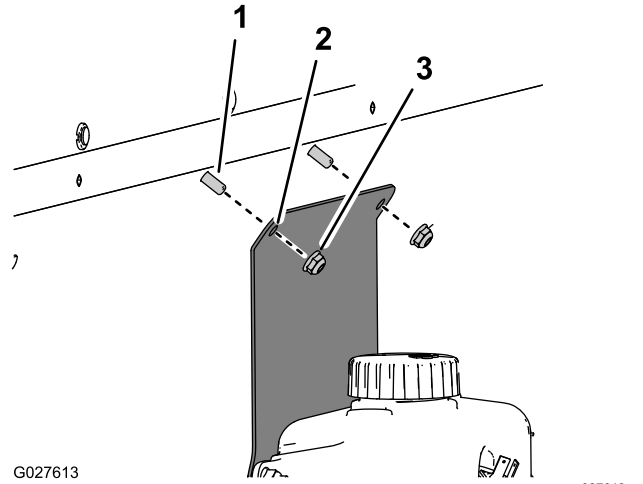

図 19
6. フランジロックナット1/4"2個を使って、キャリッジボルト1/4 x 1-1/4"2本にタンクブラケット用マウントとウォッシャー液タンク 図 19 を取り付ける。